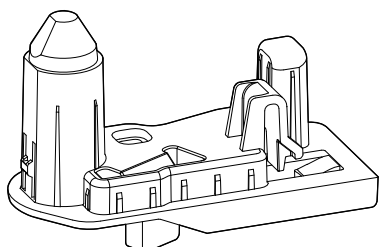

Fig. 8 Lagerbøssing dør
- Kontroller monteringsdeler i tilbehørspakken. (se Fig. 8)